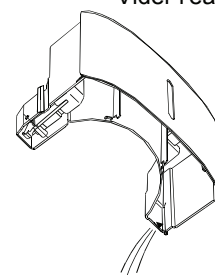

Fig.7
- Insérez le tuyau d'eau dans le raccord de vidange à l'arrière de l'appareil (Fig 7). Assurez-vous que la connexion du tuyau d'eau avec le raccord est bien ajustée et étanche et ne laissez aucune fuite d'eau.